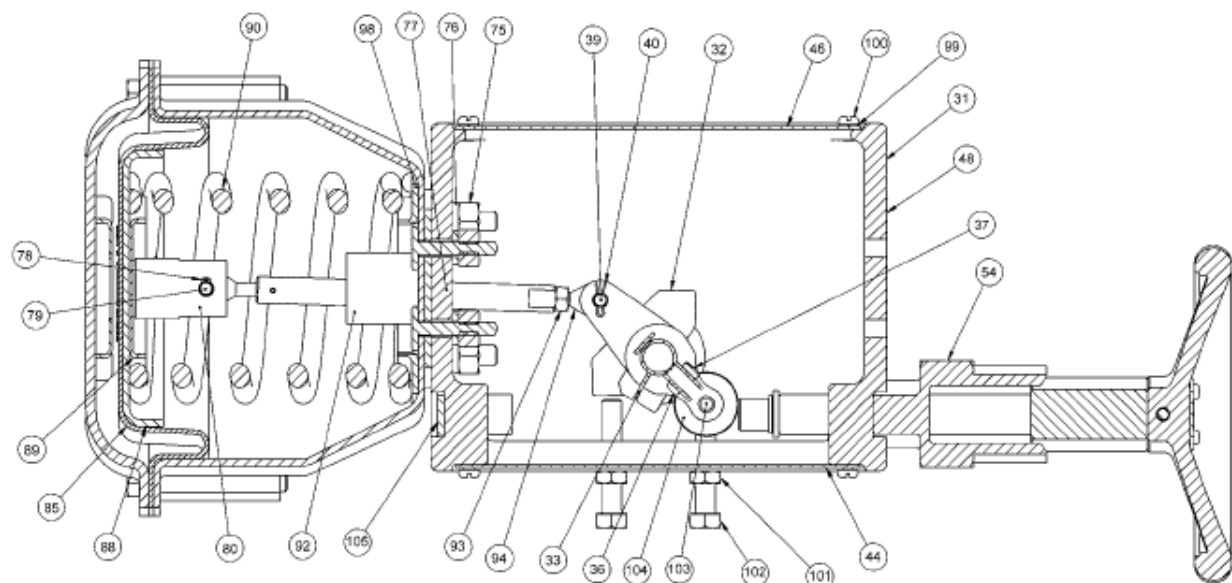

Рисунок 13 – Привод размера АС
- Д. Установите узел в крепежный кронштейн маховика (62), затем установите на место шарнирные пальцы (72).
- Е. Соедините узел вала маховика (55) с маховиком (54) и скобой рычага с помощью пальца (66), затем установите на место зажим (63).
3.5.2 Подузел маховика — модель 33, размер АС. Размеры В и С см. в разделе 3.5.1. Рис. 13, 14 и 16
- В. Вращайте маховик (54) против часовой стрелки до тех пор, пока он не выйдет из корпуса (31).
3.5.2.2 Повторная сборка. См. рис. 13, 14 и 16
- А. Вверните маховик в сборе (54) в корпус (31) так, чтобы он вышел из корпуса и стала видна канавка в штоке (54-3).